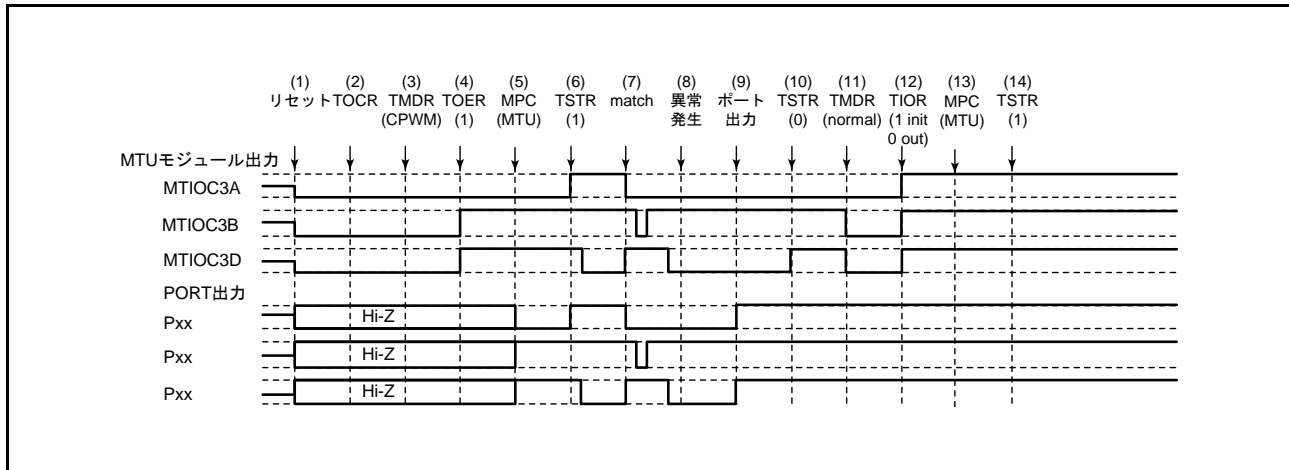

図 20.147 相補 PWM モードで異常が発生し、ノーマルモードで復帰する場合
相補 PWM モードで異常が発生し、再設定後ノーマルモードで再スタートする場合の説明図を図 20.147 に示します。
(1) ~ (10) は図 20.147 と共通です。
(11) PWM モード 1 を設定してください (MTU 出力は Low となります)。
(12) TIOR レジスタで端子を初期化してください。なお、PWM モード 1 では MTIOCnB (MTIOCnD) 端子に波形が出力されません。出力すべきレベルがある場合は、I/O ポートのポート方向レジスタ (PDR)、ポート出力データレジスタ (PODR) で汎用出力ポートの設定をしてください。
(13) MPC と I/O ポートのポートモードレジスタ (PMR) で MTU 出力としてください。
(14) TSTR レジスタで再スタートします。
(23) 相補 PWM モードで動作中に異常が発生し、相補 PWM モードで再スタートする場合の動作
(11) MPC と I/O ポートのポートモードレジスタ (PMR) で MTU 出力としてください。
(12) TSTR レジスタで再スタートします。
(13) コンペアマッチの発生により相補 PWM 波形を出力します。
(24) 相補 PWM モードで動作中に異常が発生し、相補 PWM モードで新たに再スタートする場合の動作
(11) ノーマルモードを設定し新しい設定値を設定してください（MTU 出力は Low となります）。
(12) TOER レジスタで MTU3、MTU4 の出力を禁止してください。
(13) TOCR レジスタで相補 PWM モードの出力レベルと周期出力の許可 / 禁止を選択してください。
(14) 相補 PWM モードを設定します。
(15) TOER レジスタで MTU3、MTU4 の出力を許可してください。
(16) MPC と I/O ポートのポートモードレジスタ（PMR）で MTU 出力としてください。
(17) TSTR レジスタで再スタートします。
(25) 相補 PWM モードで動作中に異常が発生し、リセット同期 PWM モードで再スタートする場合の動作
(11) ノーマルモードを設定してください (MTU 出力は Low となります)。
(13) TOCR レジスタでリセット同期 PWM モードの出力レベルと周期出力の許可 / 禁止を選択してください。
(14) リセット同期 PWM モードを設定します。
(16) MPC と I/O ポートのポートモードレジスタ (PMR) で MTU 出力としてください。
(26) リセット同期 PWM モードで動作中に異常が発生し、ノーマルモードで再スタートする場合の動作